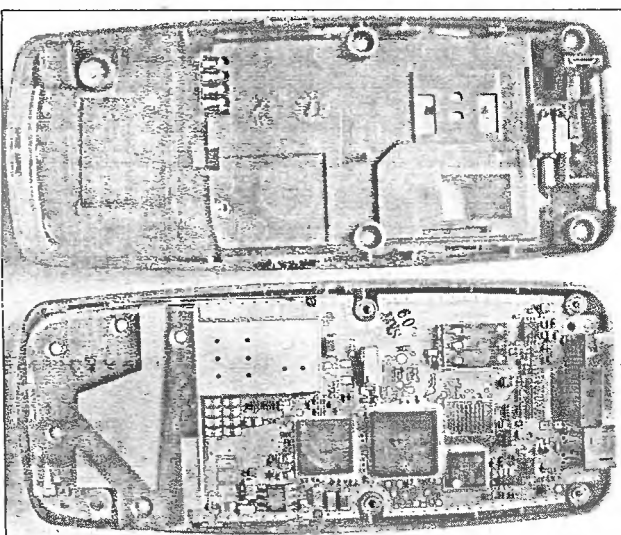

Рис. 1.6
3. Вначале приподнимают нижнюю часть задней крышки (со стороны микрофона), затем осторожно сдвигают крышку вперед, освобождая защелку в передней части крышки, и снимают заднюю крышку (рис. 1.6).